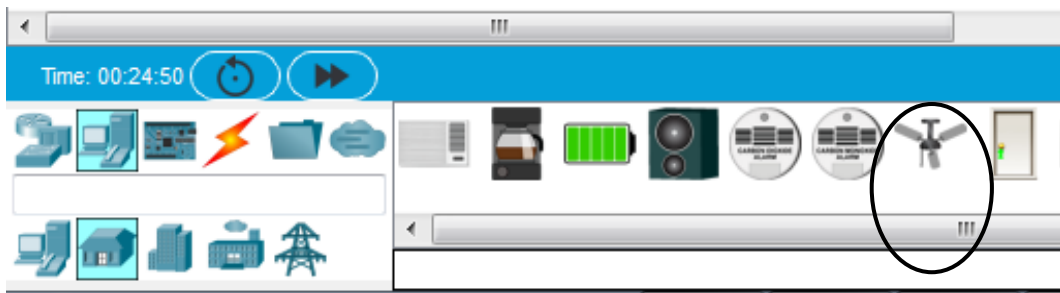

Рис.3.2.
2. У розділі «Кінцеві пристрої» (End devices) виберіть підрозділ «Будинок» (Home) та оберіть елемент «Вентилятор» (fan) та перетягніть його на робоче поле (рис.3.2)